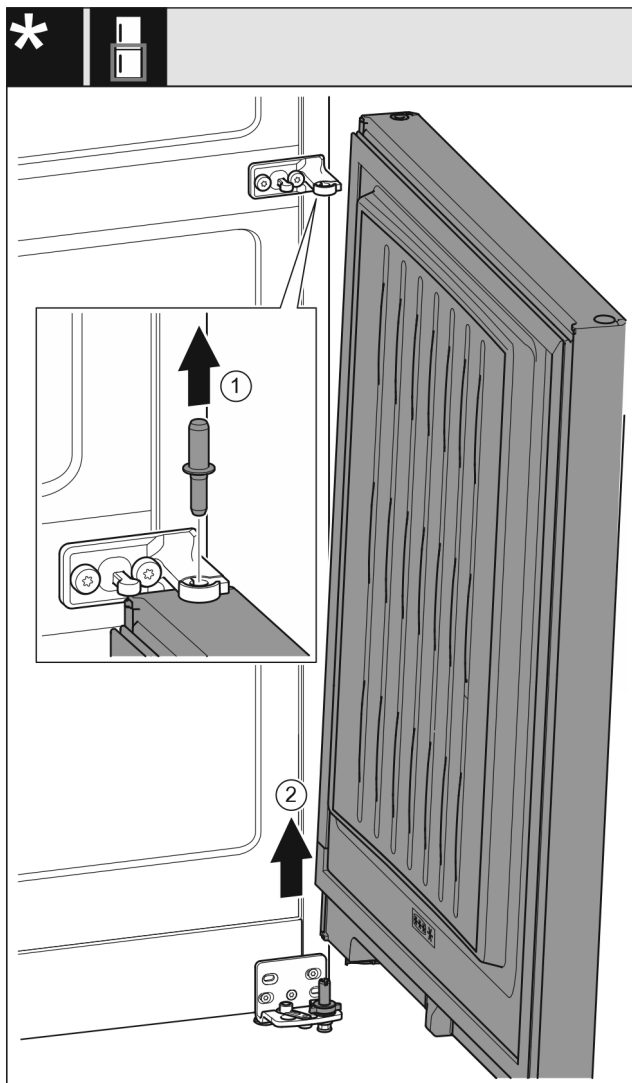

Fig. 8
- ▶ Extrageți în sus bolțul. Fig. 8 (1)
- ▶ Pivotați ușa în exterior, trageți în sus și așezați-o în lateral. Fig. 8 (2)